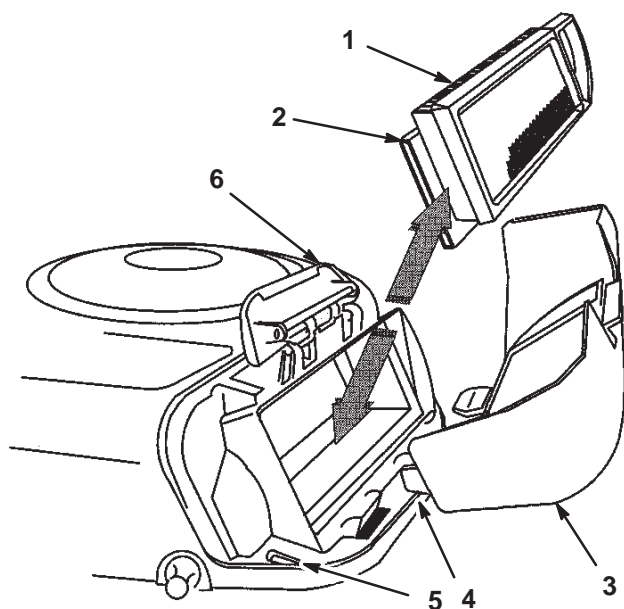

Figure 24
- Sortez avec précaution les éléments en papier et en mousse du carter de soufflante (Fig. 24).
- Placez les languettes du couvercle du filtre à air en face des fentes du carter de soufflante (Fig. 24). Accrochez la poignée sur le couvercle et appuyez dessus pour verrouiller le couvercle en place.